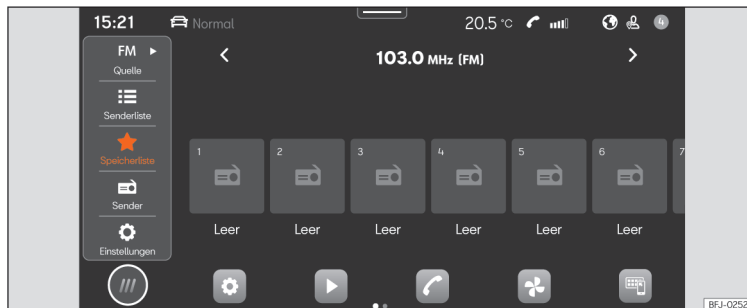

Abb. 161 Schematische Darstellung: Ansicht Radio.
- Drücken Sie **HOME** > > **»»** [Abb. 161].